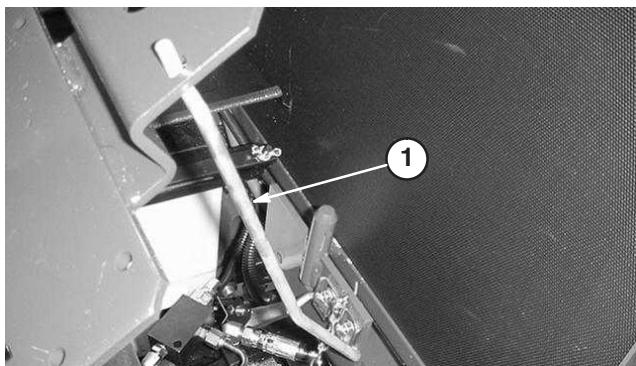

Figure 10
- Maintenez le siège relevé avec la bâquille de support (Fig. 10).